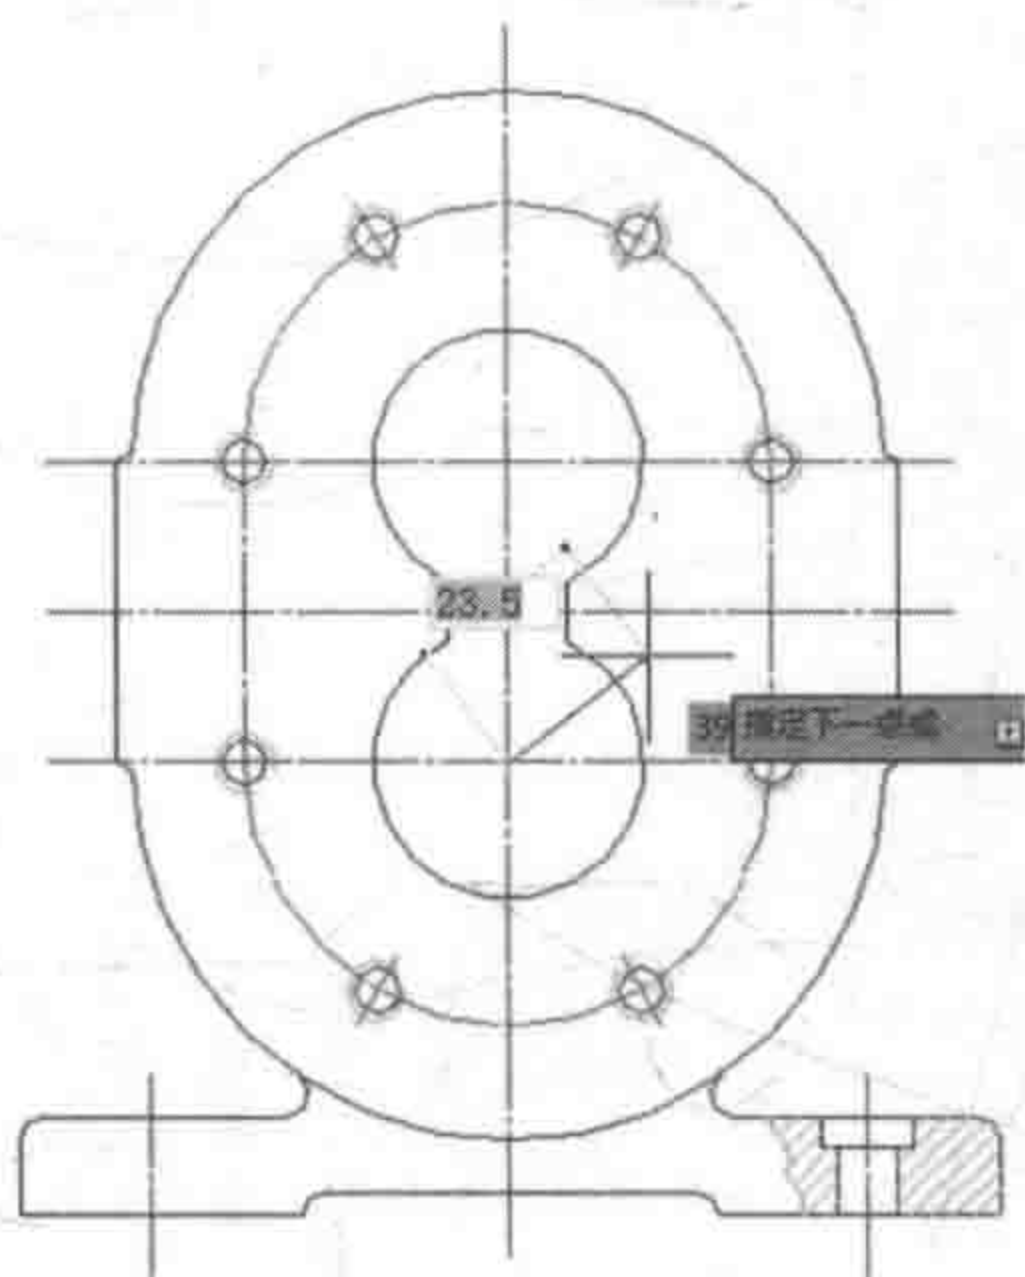
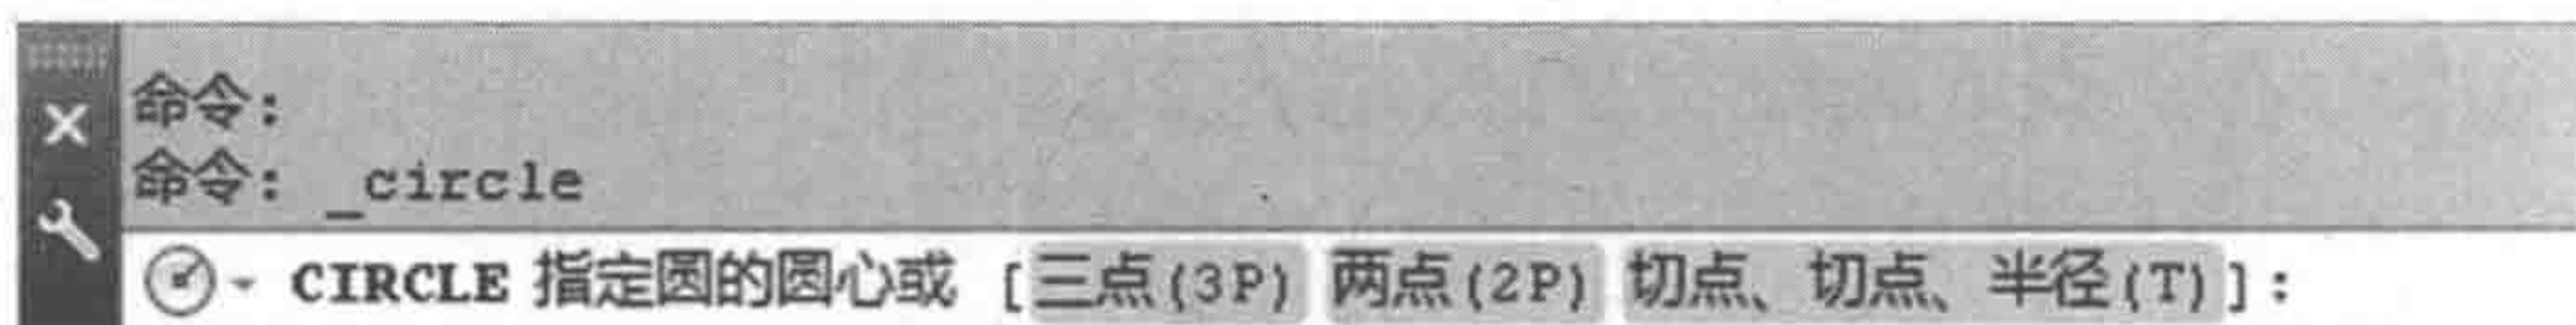

图 1-12 动态输入
图 1-13 命令行的命令选项
(1) 在给出命令后，屏幕上出现动态跟随的提示小窗口，可以在小窗口中直接输入数值或参数，也可以在“指定下一点或”的提示下使用键盘上的向下光标键“↓”调出菜单进行选择。动态指针输入会在光标落在绘图区域时不断提示光标位置的坐标，如图 1-12 所示。
(2) 在动态输入的同时，在命令行同时出现提示，需要输入坐标或参数。在提示输入坐标时，一般情况下，可以直接用键盘输入坐标值，也可以用鼠标在绘图窗口拾取一个点，这个点的坐标便是用户的响应坐标值。
(3) 在提示选取对象时，可以直接用鼠标在绘图窗口选取。
(4) 在有命令选项需要选取时，可以直接用键盘响应，提示文字后方括号“[ ]”内的内容便是命令选项。图 1-13 所示为画圆的命令执行后给出的提示：